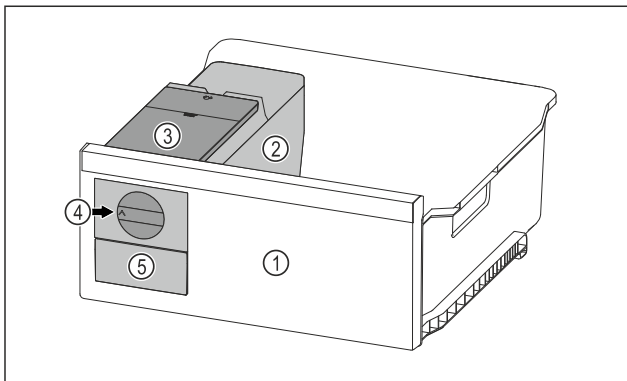

Fig. 70 Príklad zobrazenia
- ▶ Otočný gombík Fig. 70 (4) otočte v smere hodinových ručičiek až na doraz.
- ▷ Kocky ľadu vypadávajú z misky na kocky ľadu do zásuvky na kocky ľadu Fig. 70 (5). Ak sa neuvolnia všetky kocky ľadu z misky na kocky ľadu: